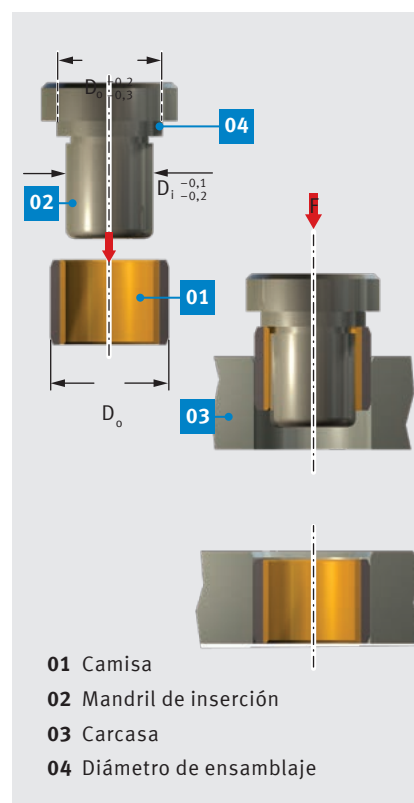

Fig. 53: Inserción encastrada $D_o \leq 55$ mm
- inserción encastrada con mandril y sin anillo auxiliar, según la Fig. 53